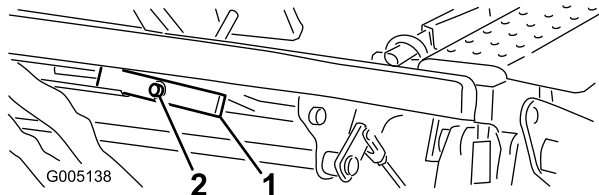

Bild 45
1. Lockern Sie die Mutter an der Rückseite der Hubschwenkplatte (Bild 45).
2. Drehen Sie die exzentrische Schraube (Bild 45) zum Anheben oder Absenken der Hubschwenkplattenfeder. Dadurch stellen Sie die Hubschwenkplatte und Pedale gleich.